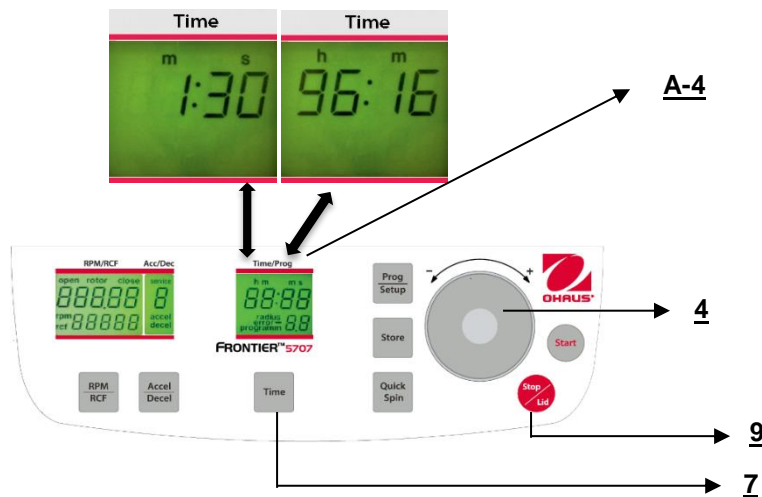

Abbildung. 17
3. Der ständige Betrieb "**cont**" kann mit der Taste "**Stop**"(9) unterbrochen werden. Die Betriebszeit kann vorab ausgewählt werden, während der Deckel offen oder geschlossen ist. Um die Einstellung der Betriebszeit einzustellen, drücken Sie die Taste "**Zeit**" (7). In der Anzeige "**Time**" (A-4) blinkt die Angabe "**m : s**" oder "**h : m**", je nach vorheriger Einstellung. Um den gewünschten Wert einzustellen, benutzen Sie den Anpassungs Wählscheibe (4). Nachdem 59 min 50 sec überschritten werden, wechselt die Anzeige automatisch auf "**h : m**". Nachdem 99 Stunden 59 Minuten erscheint das Wort "**cont**" in der Anzeige "**Time**" (A-4). Dieser dauerhafte Betrieb kann nur durch Drücken der Taste "**Stop**" (9) unterbrochen werden. Der Countdown beginnt so bald die eingestellte Geschwindigkeit erreicht ist. Die Anzeige zeigt immer die verbliebene Zeit. (Siehe Abbildung 17)
Alle mit Nummer gekennzeichneten Übergänge beziehen sich auf die Abbildung 17.